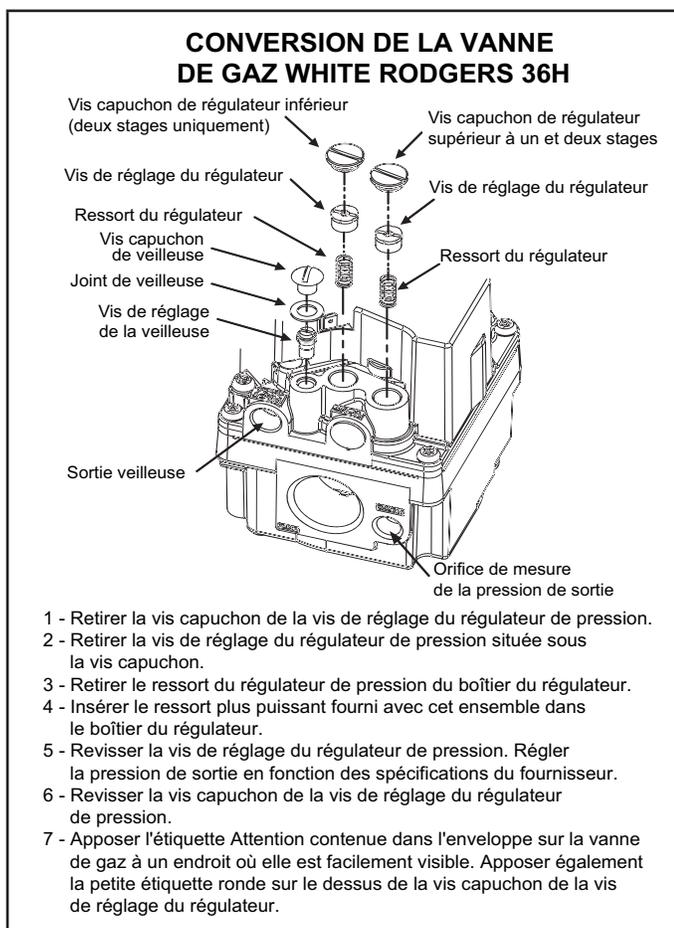

Figure 2
- 8 - Installer l'ensemble de conversion de la vanne de gaz. Voir les instructions du fabricant livrées avec l'ensemble de conversion de la vanne. Voir Figure 2.
- 2 - Une fois la pression du gaz vérifiée et réglée, vérifier la pression du collecteur pression au niveau de l'orifice de contrôle de pression du côté sortie de la vanne de gaz. La pression correcte du collecteur pour le gaz naturel est indiquée au Tableau 2 ou 3. Voir la Figure 2 pour l'emplacement de la vis de réglage de la pression du gaz du collecteur.